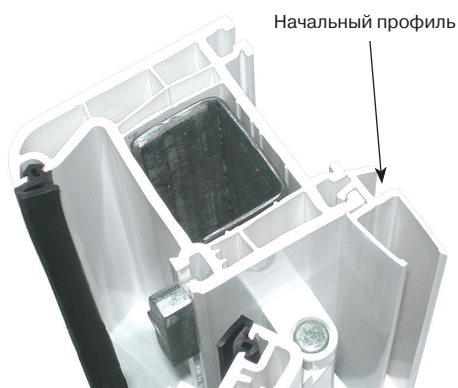

Рис. 1
1. Прикрепить начальный профиль к оконному рамному профилю (рис. 1):